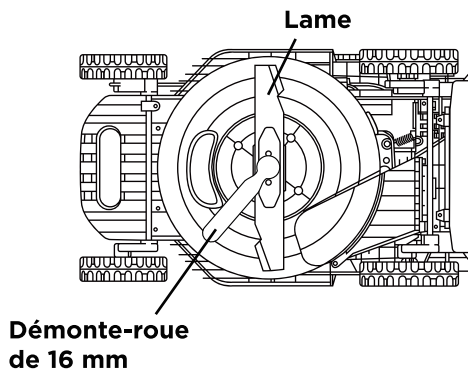

Fig. 10
- À l'aide d'une clé à ergots de 16 mm (non fournie), démontez l'écrou de fixation de la lame en le tournant dans le sens inverse des aiguilles d'une montre, (Valeur de couple requise : 20-25 N·m) puis retirez la lame avec précaution (Fig. 10 & 11).